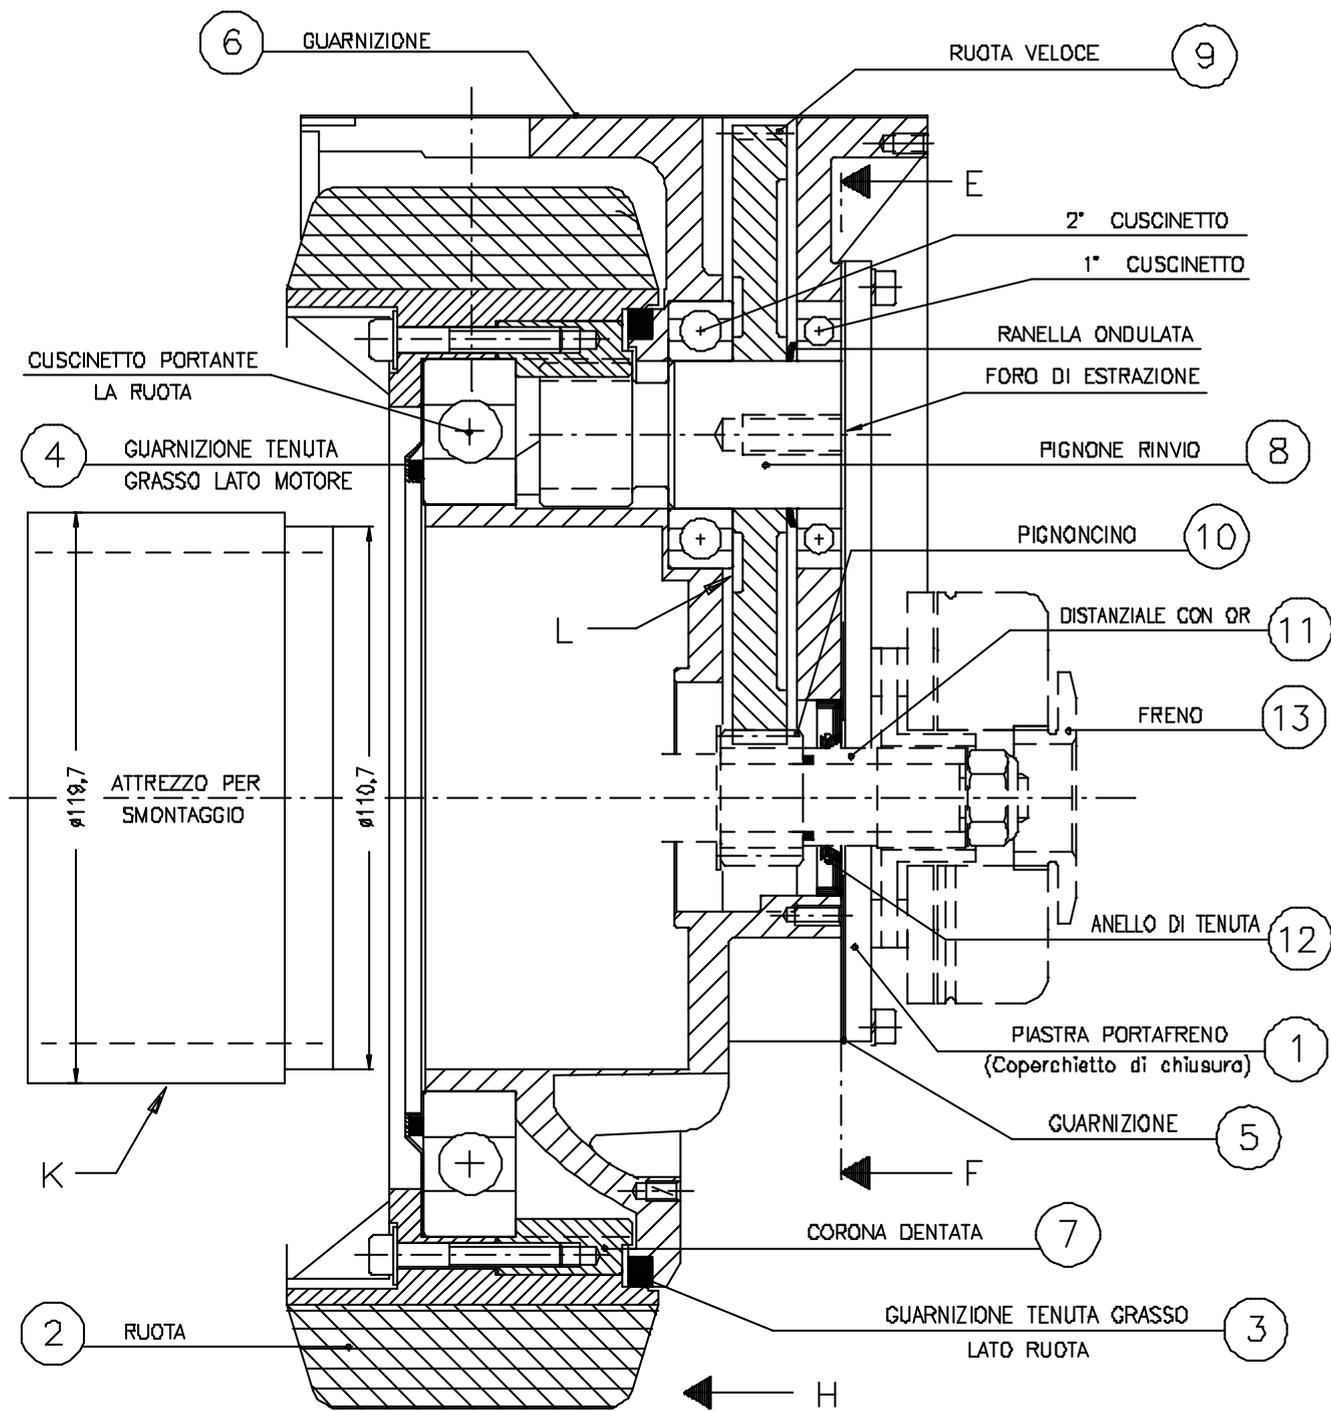

Fig. 15 RIDUTTORE
Outil pour le démontage de la couronne : figure 15 / (7).
Outil pour le démontage du pignon : figure 15 / (8)
Outil pour le démontage du pignon : figure 15 / (10)